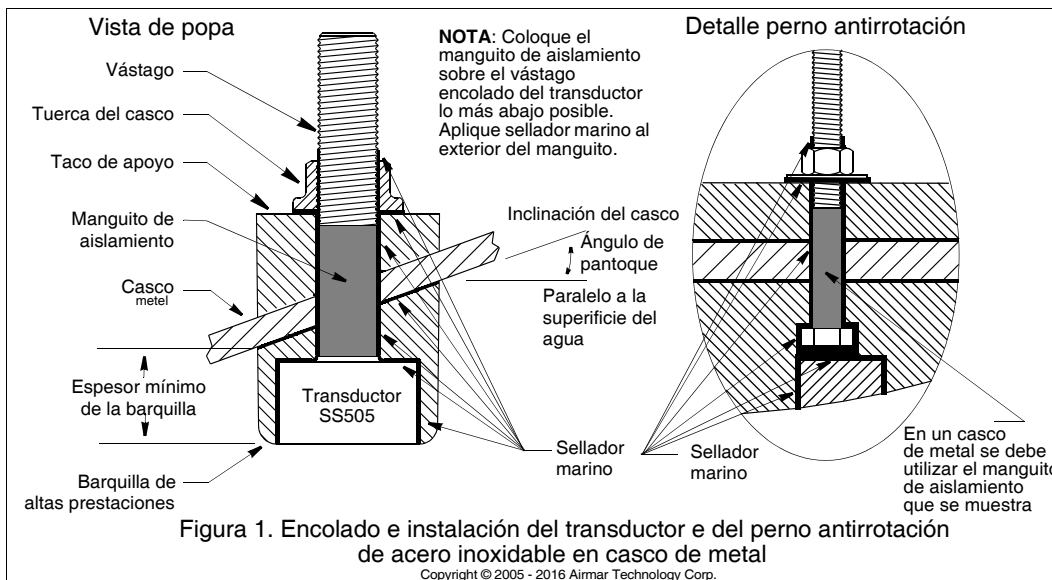

Figura 1. Encolado e instalación del transductor e del perno antirrotación de acero inoxidable en casco de metal
1. Perfore un orificio de guía de 3 mm o 1/8" perpendicular a la línea de flotación desde el interior del casco (figura 1). Si hay un refuerzo, arbotante u otra irregularidad del casco junto a la ubicación escogida, efectúe el taladro desde el exterior.
1. Mida el ángulo de pantoque del casco en la ubicación seleccionada para el montaje, con un transportador de ángulos (figura 1). *Verifique que el ángulo no sobrepase el máximo admisible (véase el cuadro de especificaciones 1).*
4. Ajuste el tope de modo que la barquilla se corte en dos partes aproximadamente iguales. La barquilla debe tener un mínimo de espesor en su parte más fina (véase la figura 1 y el cuadro de especificaciones 1).
**Transductor de acero inoxidable/vástago en casco de metal**—coloque el manguito de aislamiento sobre el vástago encolado del transductor lo más abajo posible (figura 1). Aplique una capa de 2 mm (1/16") de espesor de sellador marino al exterior del manguito.
**Transductor de acero inoxidable/vástago en casco de metal**—verifique que el manguito de aislamiento esté colocado entre el vástago del transductor y el casco (figura 1). No obstante, la parte superior del manguito de aislamiento debe quedar por debajo de la parte superior de la tuerca del casco o del taco de apoyo para que el manguito no interfiera al apretar la tuerca del casco.
**Perno de acero inoxidable en casco de metal**—coloque el manguito de aislamiento sobre el perno encolado, lo más abajo posible (ver figura 1 detalle). Aplique una capa de 2 mm (1/16") de espesor de sellador marino al exterior del manguito.
**Perno de acero inoxidable en casco de metal**—verifique que el manguito de aislamiento esté colocado entre el perno y el casco (ver figura 1 detalle). No obstante, la parte superior del manguito de aislamiento debe quedar por debajo de la parte superior del taco de apoyo para que el manguito no interfiera al apretar la tuerca del casco.